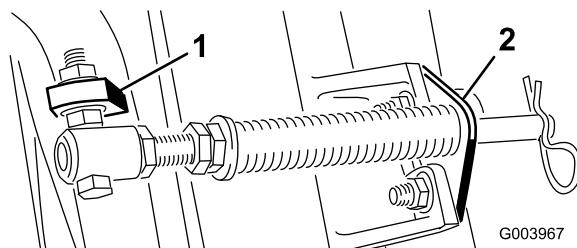

図 6
注 ボルトは、図 6に示すように、頭部が外側にくるように取り付ける。
- D. カッティングユニットのタブにロッドブラケットを取り付け、キャリッジボルト2本とナットで固定する(図 6)。